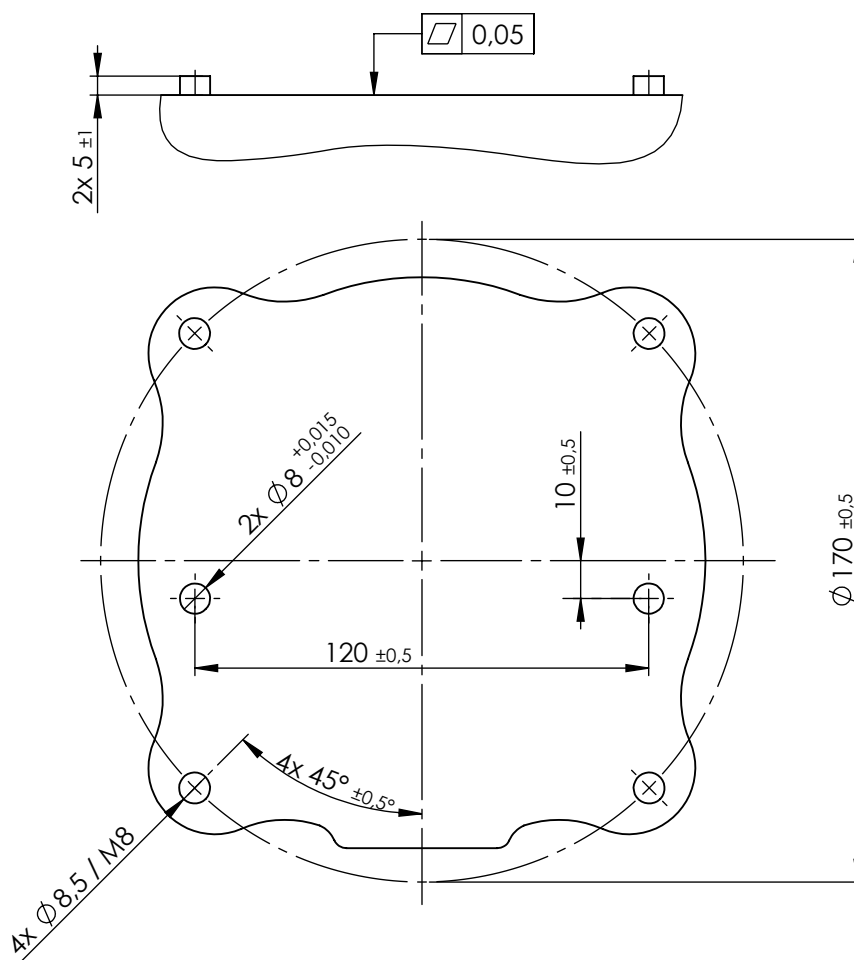

Figura 3.1: Furos na montagem do robô. Use quatro parafusos M8. Todas as medidas estão em mm.
**Braço do robô** O braço do robô é montado com quatro parafusos M8, usando os quatro furos 8.5 mm na base. Recomenda-se apertar esses parafusos com torque de 20 N m. Se for desejado um reposicionamento do braço do robô com alta precisão, dois furos de Ø8 estão disponíveis para serem usados com um único pino. Além disso, uma contraparte precisa da base pode ser adquirida como acessório. A Figura 3.1 mostra onde fazer os furos e montar os parafusos.